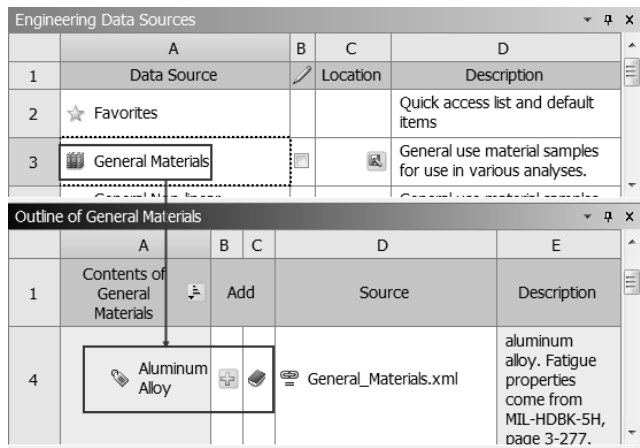

图 14-89 添加材料
Step5：在 Engineering Data Sources 表中选择 A3 栏 General Materials 选项，然后单击 Outline of General Materials 表中 A4 栏 Aluminum Alloy(铝合金)后的 B4 栏的  (添加) 按钮，此时在 C4 栏中会显示  (使用中的) 标识，如图 14-89 所示，标识材料添加成功。